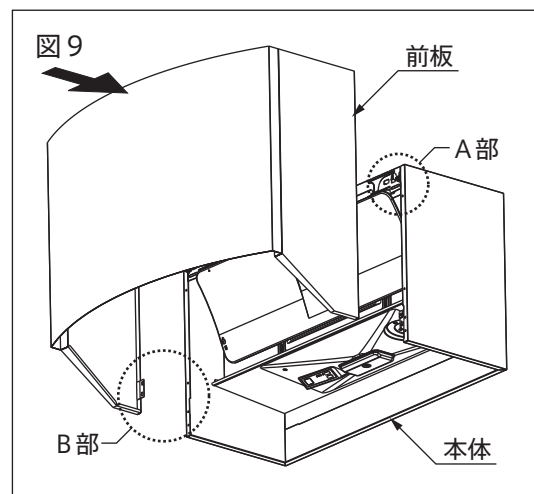

図10 A部詳細図
- (1) 前板を本体の本体フックに引っ掛けてから、前板を押し上げて、本体ツメに前板を差し込んでください。(図10)